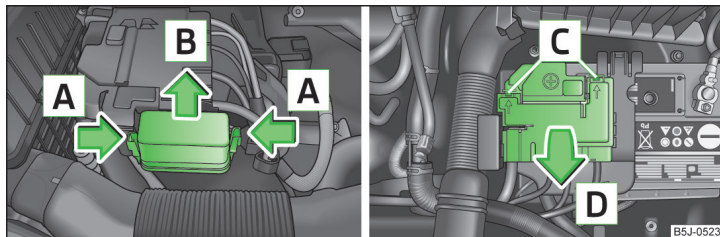

Fig. 155 Bateria autovehiculului: Capacul panoului de siguranțe
- ▶ Apăsați simultan mânerurile de siguranță ale panoului de siguranțe, în sensul săgeții **A** » fig. 155 și împingeți înspre afară capacul, în sensul săgeții **B**.